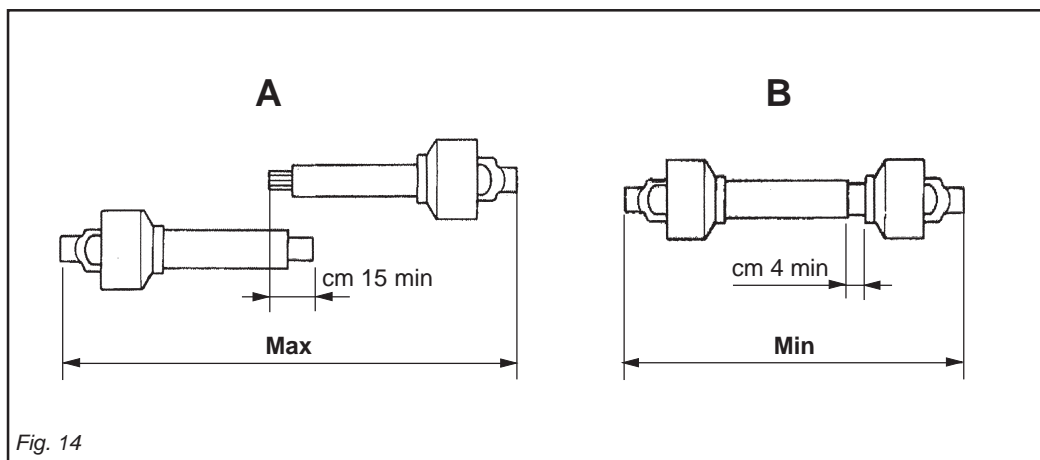

Fig. 14
- La copertura (C Fig. 13) dei tubi scorrevoli deve essere di 15 cm minimo (Fig. 14).
- The sliding tubes (C Fig. 13) must overlap by at least 15 cm (Fig. 14).
- La couverture (C Fig. 13) des tubes coulissants doit être au minimum de 15 mm (Fig. 14).
- Die Überdeckung (C Abb. 13) der Gleitrohre muss mindestens 15 cm ausmachen (Abb. 14).
- La cobertura (C Fig. 13) de los tubos corredizos debe ser como mínimo de 15 cm (Fig. 14).
Quando esso è inserito al massimo, il gioco minimo consentito deve essere di 4 cm. (Fig. 14).
When fully inserted, the minimum play must be 4 cm. (Fig. 14).
Quand l'arbre à cardans est déboîté au maximum, les deux tubes doivent se superposer d'au moins 15 cm. Quand il est entièrement rentré, le jeu minimum admissible doit être de 4 cm. (Fig. 14).
Wenn die Gelenkwelle so weit wie möglich auseinandergezogen ist, müssen die beiden Teile sich noch um wenigstens 15 cm überlappen. Wenn die beiden Teile ganz zusammengesoben sind, muß das kleinstmögliche Spiel 4 cm ausmachen (Abb. 14).
Quando el árbol cardánico está extraído al máximo, los dos tubos deben superponerse por lo menos 15 cm. Cuando está insertado al máximo, el juego mínimo permitido debe ser de 4 cm. (Fig. 14).